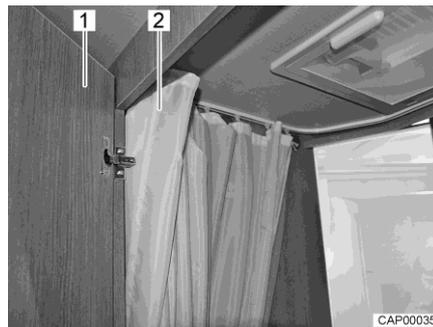

Fig. 111 Vano WC con doccia
- Per utilizzare la doccia, chiudere la porta (Fig. 111,1) e tirare completamente la tendina della doccia (Fig. 111,2), in modo da proteggere tutte le pareti.